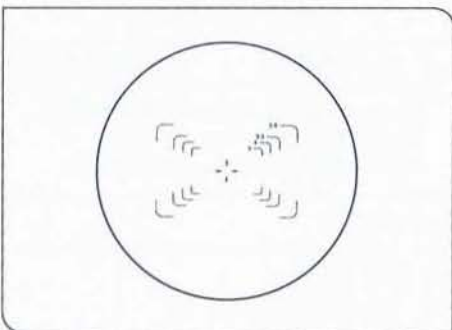

Fig. 50
**5 Focus Adjustment** (Fig. 50)